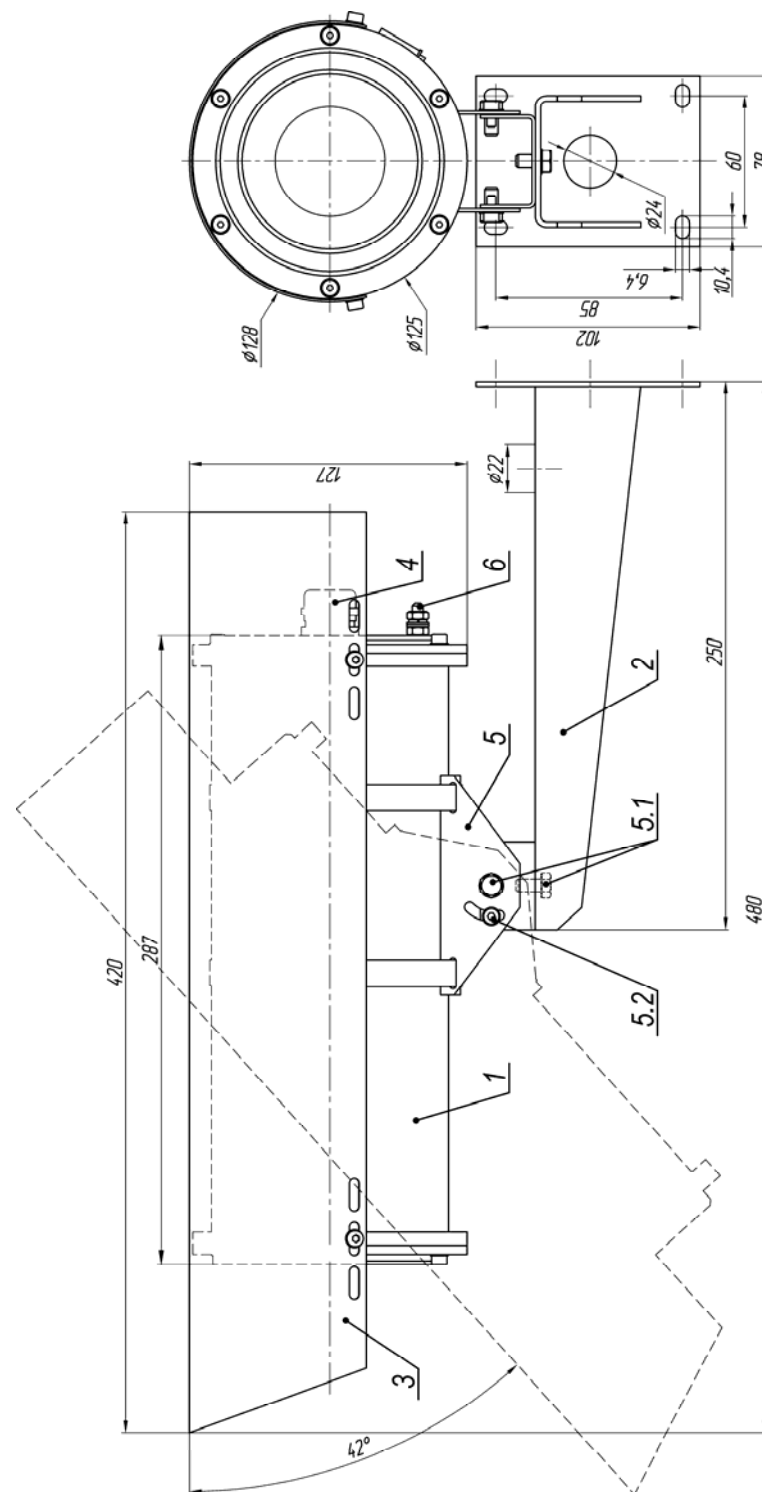

Рис.1 Габаритные и установочные размеры ТВК-193 IP
2. Ослабив болты и винты фиксации шарнира (поз.5.1 и 5.2 рис.1), установить гермобок на нужное направление обзора, после чего надежно зафиксировать шарнир затянув выше перечисленные болты и винты.
3. Заземлить гермобок с помощью болта заземления (поз.6 рис.1).
Состав изделия: (см. рис.1)